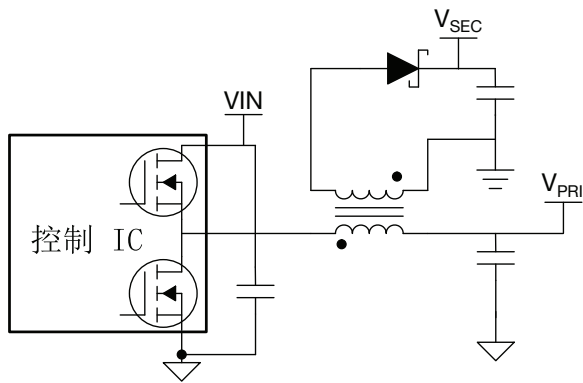

图 3. Fly-Buck™ 转换器。
与反激式转换器一样,金属氧化物半导体场效应晶体管 (MOSFET) 通常集成在集成电路 (IC) 中,可轻松实现初级侧控制。图 3 所示为 Fly-Buck 转换器。此拓扑采用同步降压转换器与耦合电感器,可产生一个或多个隔离式输出。高侧开关打开时,初级侧作为降压转换器运行,而次级绕组电流为零。高侧开关关闭且低侧开关打开时,初级侧利用其储存的能量对次级侧供电。